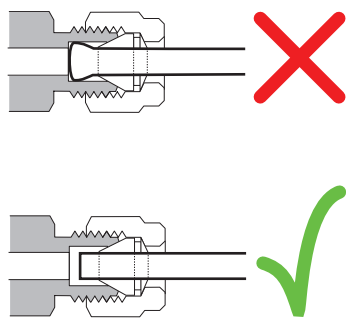

图 18. 完成的接头
- 9 图 18 中显示了正确套接的连接和不正确套接的连接。请注意，正确套接的接头中的管线的一端没有破碎，且不会与密封垫圈的操作发生干扰。